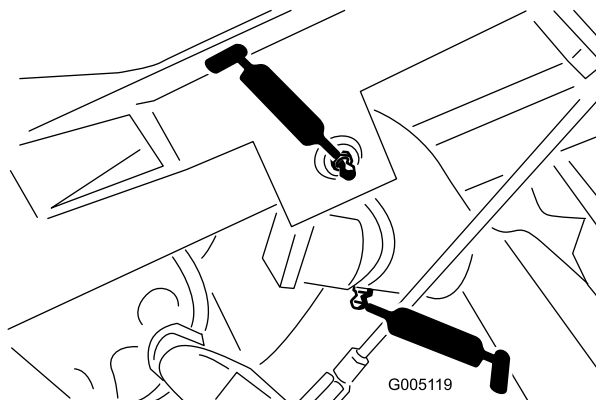

Figura 26
- Pivote del brazo de elevación (3) y bisagra del pivote (3) (Figura 26)